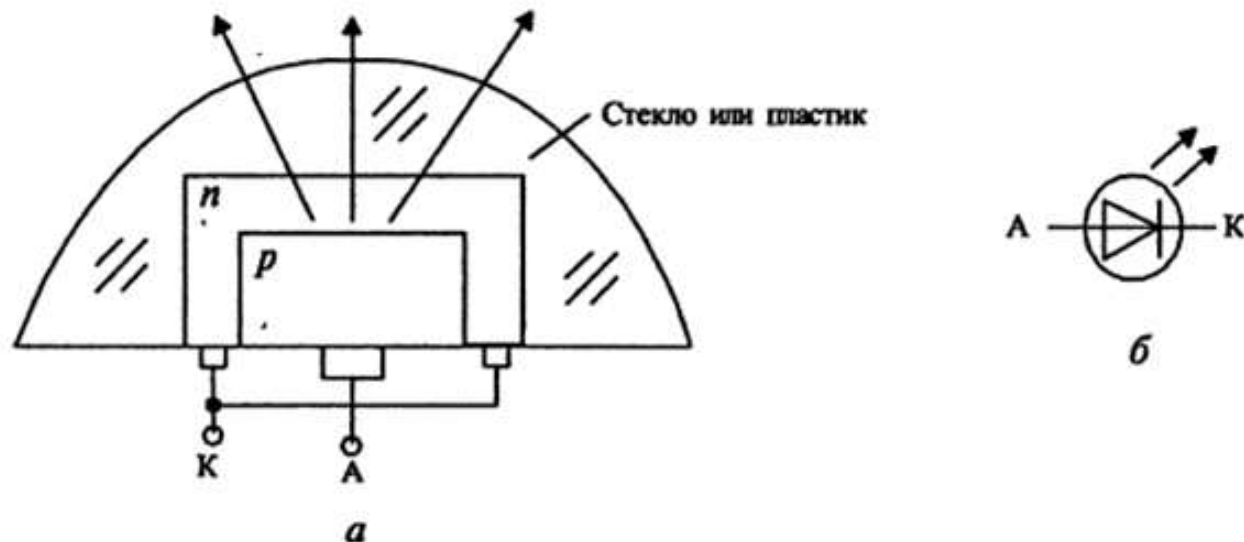

Рис. 1.120
*Устройство.* Схематическое изображение структуры излучающего диода представлено на рис. 1.120, а; его условное графическое обозначение — на рис. 1.120, б.